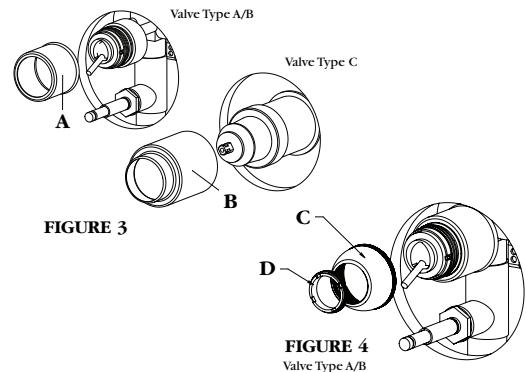

FIGURE 3
## Installation of Faceplate Figures 3, 4, 5, 6 & 7
- Install new sleeve by sliding over valve (Fig. 3).
**Note:** Valve Type A and Type B use the same sleeve (A). Valve Type C uses the larger sleeve (B).
- Instale la nueva manga deslizándola sobre la válvula (Fig. 3).
**Atención:** Las válvulas tipo A y tipo B utilizan la misma manga (A). Las válvulas tipo C utilizan la manga más grande (B).